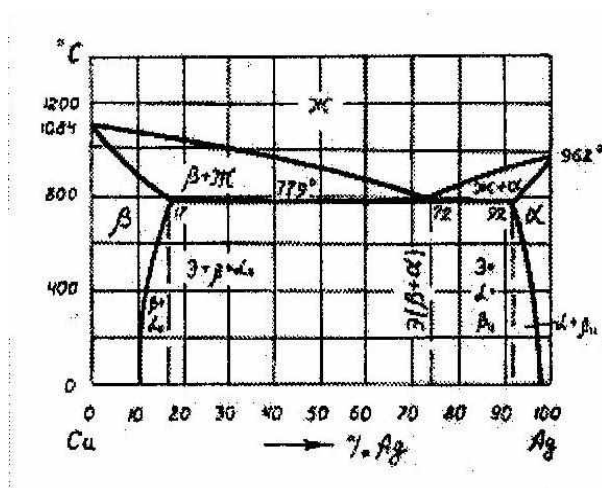

Рис. 10
1.3.37. Растворимость серебра в меди при температуре 400°С составляет приблизительно (рис. 10)...